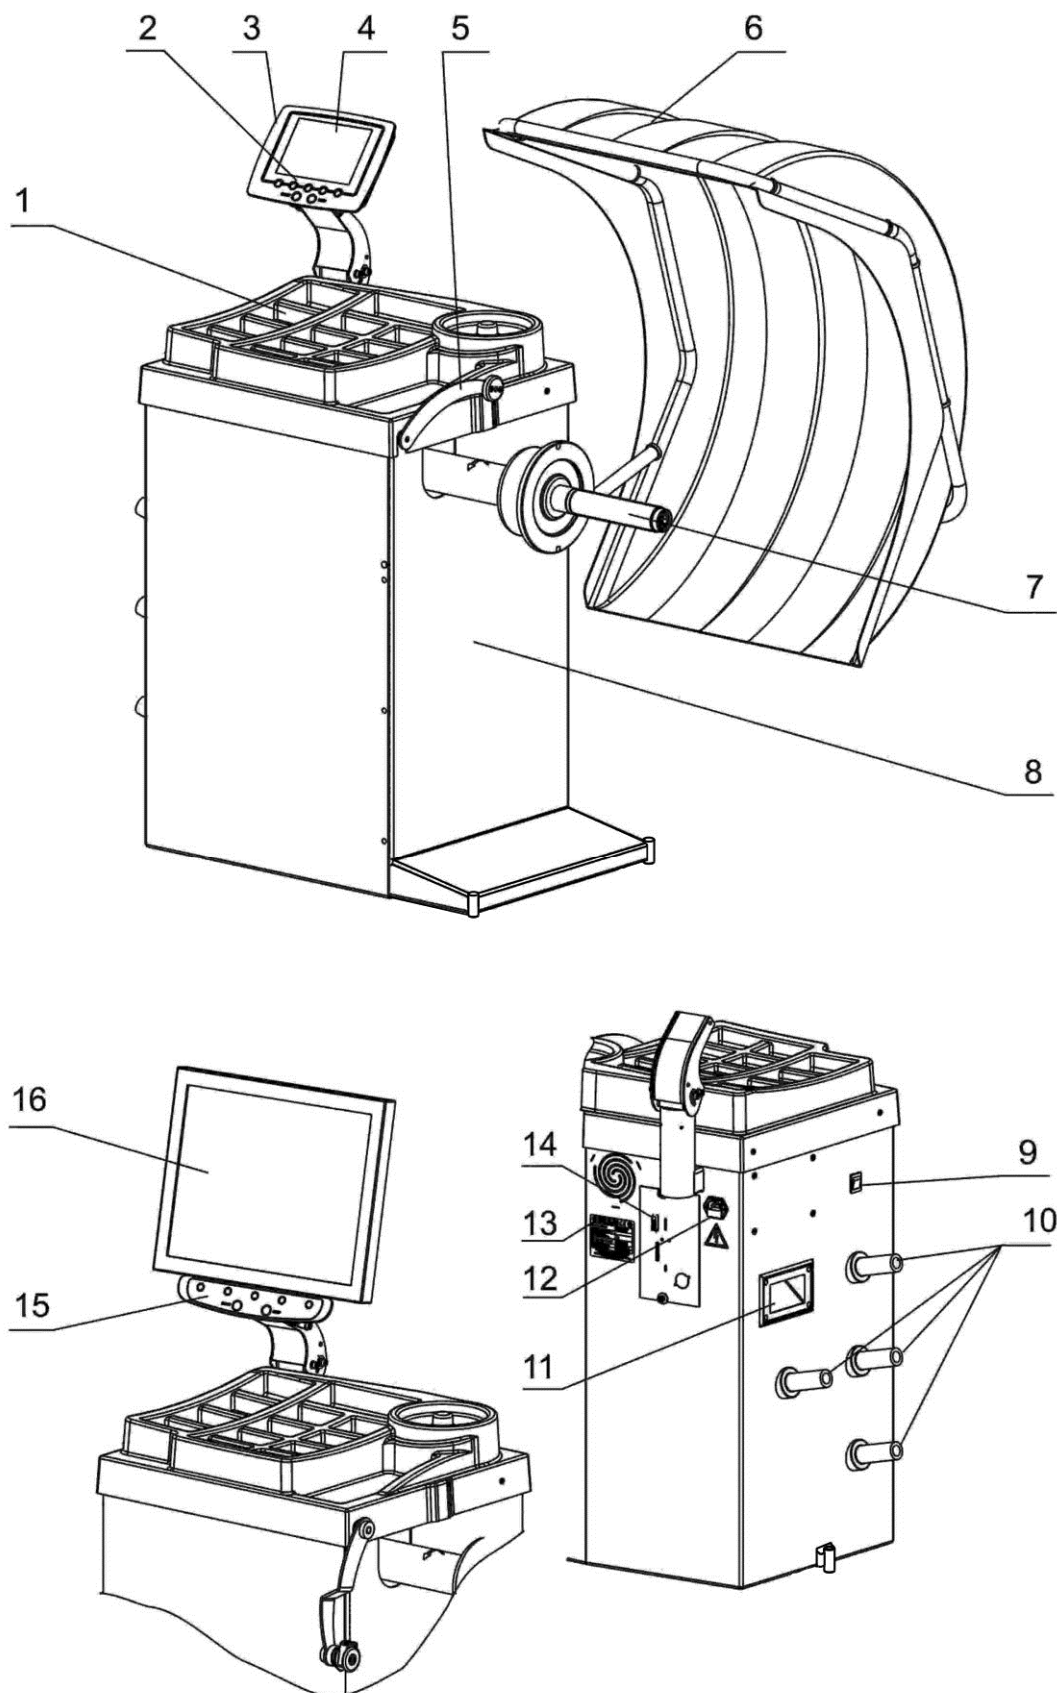

Рисунок 4.1
4.2.10 Подключить сетевой кабель к гнезду станка, расположенному на задней панели корпуса станка (рисунок 4.1), и к питающей сети, оборудованной розеткой с контактом заземления. Для станка модели СБМП-40 Л подключить монитор к питающей сети, оборудованной розеткой с контактом заземления, согласно эксплуатационной документации на него.